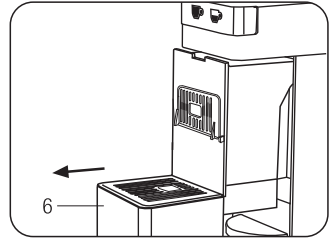

Fig. 11
El porta cápsulas puede contener como mucho 8 cápsulas, por lo tanto es oportuno vaciarlo regularmente para evitar que las cápsulas se encastren. Para hacer esto hay que extraer el porta cápsulas (6) (**Fig. 11**)